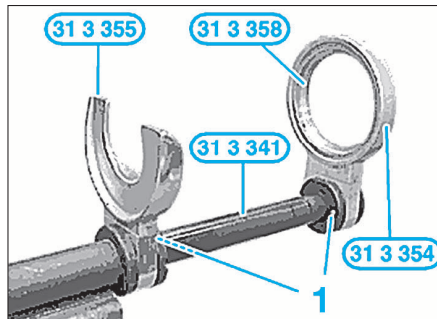

FIG. 20
- Extraire la vis (3) par l'avant.
- Serrer l'outil 31 3 341 dans un étai (Fig.20).